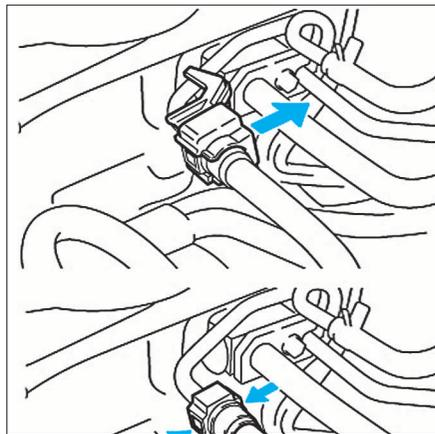

FIG. 80
- Déconnecter le tuyau de carburant comme illustré (Fig.80).